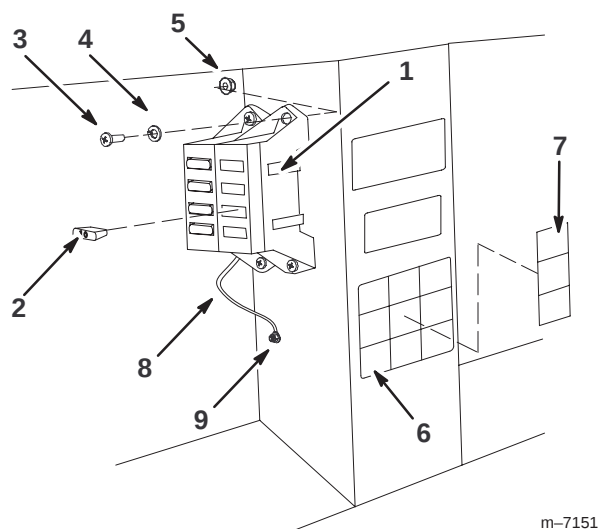

Figura 7
4. Instale el bloque de fusibles y el mazo de cables al bastidor junto al bloque de fusibles existente, usando los dos tornillos (#10-24 x 3/4 pulgada), dos arandelas (7/32 pulgada), y dos contratueras (#10-24) según muestra la Figura 7.